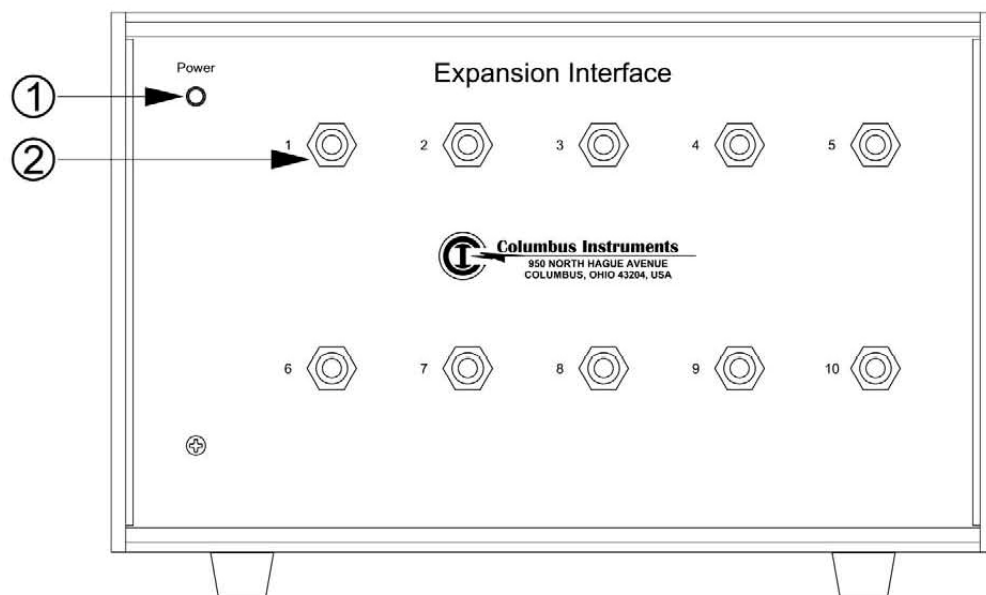

図 14 拡張インターフェースの前面パネル
- ① 「Sensor In フィッティング」:CO₂ センサーの“Sensor Out”コネクタと接続します。(O₂ センサーのみの構成の場合、システムサンプルポンプの“Sensor Out”フィッティングと接続します。)
- ② 「Sensor Out フィッティング」:システムサンプルポンプの“Sensor In”フィッティングと接続します。
- ③ 「オフセットプログラムスイッチ」:オフセット(0%)、および測定レンジの下限を設定します。(##.##% O₂)
- ④ 「スパンプログラムスイッチ」:測定レンジの上限を設定します。
- ⑤ 「ヒューズ」:交換時は 2.0A のヒューズを使用してください。
- ⑥ 「AC 電源コネクタ」:AC 電源コードを接続します。
- ⑦ 「電源スイッチ」:電源を On/Off します。
- ⑧ 「Sensors コネクタ」:CO₂ センサーと接続します。(O₂ センサーのみの構成の場合、システムサンプルポンプと接続します。)
- ⑨ 「ヒータースイッチ」:O₂ センサーに入力されるまえにサンプルエアーを加熱するためのヒーターの On/Off スイッチです。通常、On にしておきます。
3.7.6 拡張インターフェース ……図 14&15